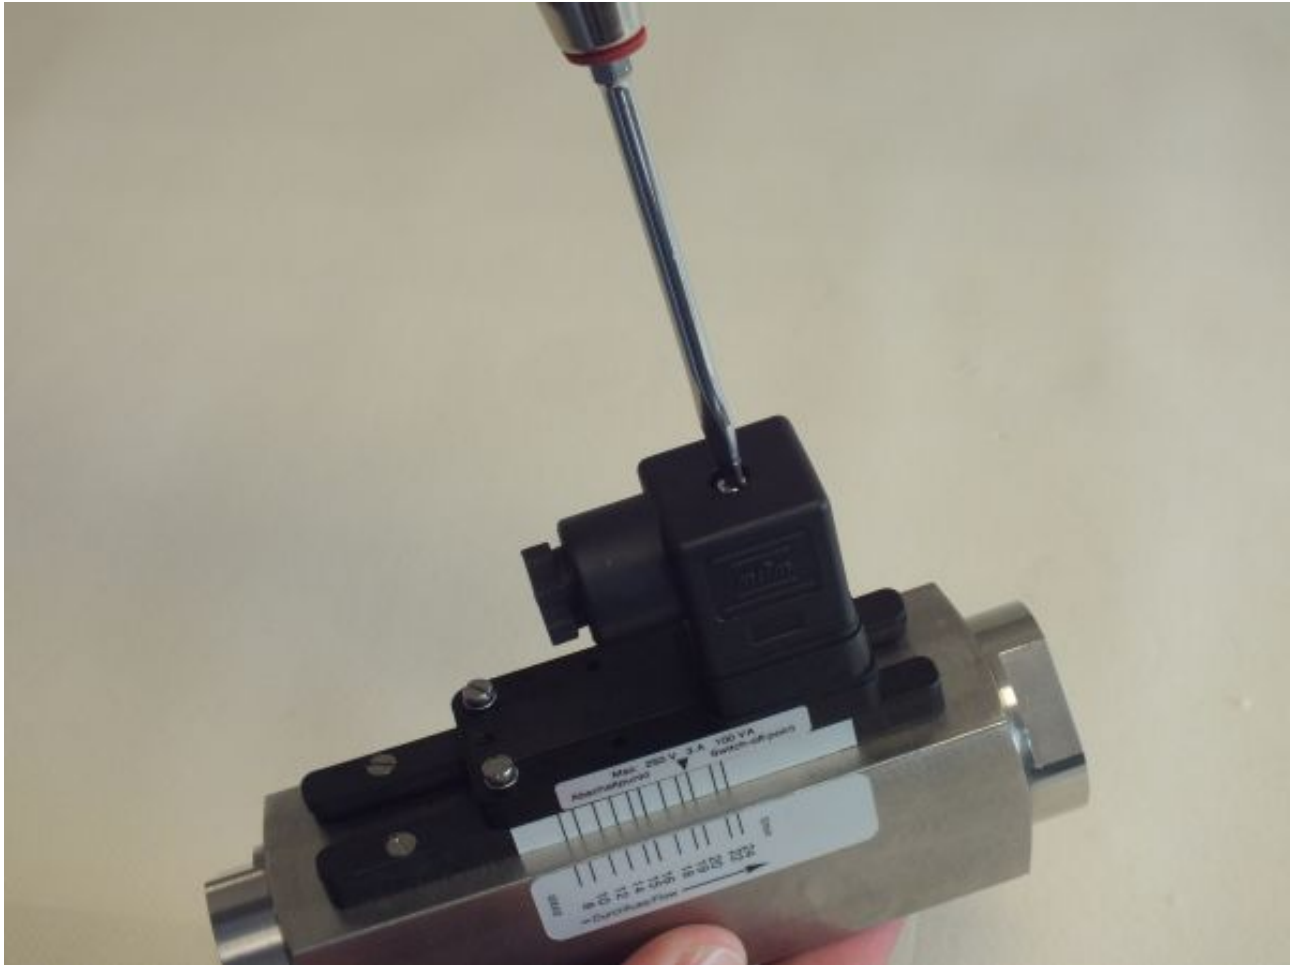

Abb. 27: Steckerdose lösen
1. ➤ Lösen Sie die Befestigungsschraube (Abb. 27) von der Steckerdose
9. ➤ Stecken Sie die Steckerdose auf den Gerätestecker. Ziehen Sie die Befestigungsschraube (Abb. 27/1) an